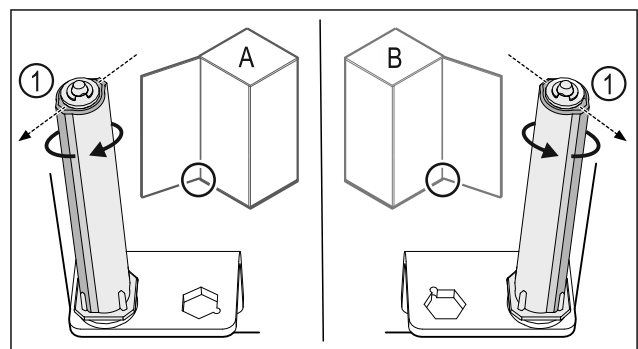

Fig. 35 Links scharnierend (A) / rechts scharnierend (B)
- ▶ Sluitsysteem tegen de weerstand in draaien tot het schot van het sluitsysteem Fig. 35 (1) naar buiten wijst.